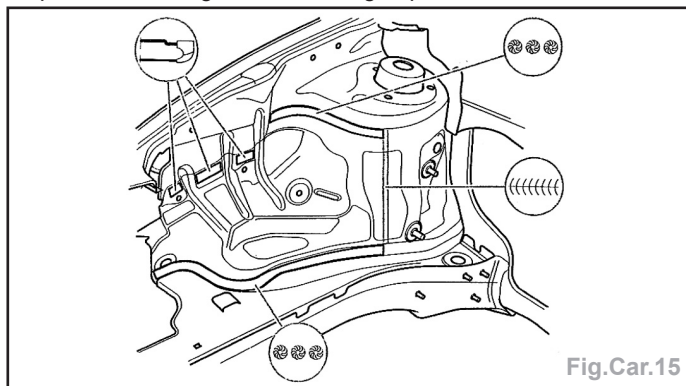

Fig.Car.15
- par cordons à l'arc sous gaz protecteur (Fig.Car.15).